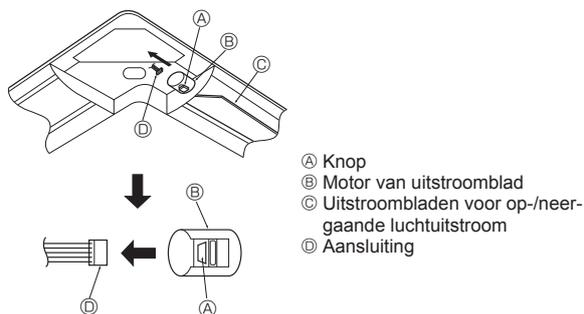

Fig. 6-11
- Neem de hoofddraden CN4Y(wit) en CN6Y(rood) van het i-see sensor hoekpaneel ⑦ van de kant van de elektrische contactdoos op de unit en zorg dat u deze verbindt met de connector van het besturingspaneel.
- De hoofddraden van het i-see sensor hoekpaneel ⑦ moeten worden bevestigd aan de rib van de grill met de band ④ zodat er geen speling is.
- De hoofddraden moeten bijeen worden gehouden met de hoofddraden van de unit en vastgemaakt worden met twee banden ④ zodat er geen speling is.
- * Het i-see sensor hoekpaneel moet op de grill ① worden vastgezet met schroef ⑥.
6.7. Vastzetten van het op-/neergaande luchtuitstroomblad (Fig. 6-11)